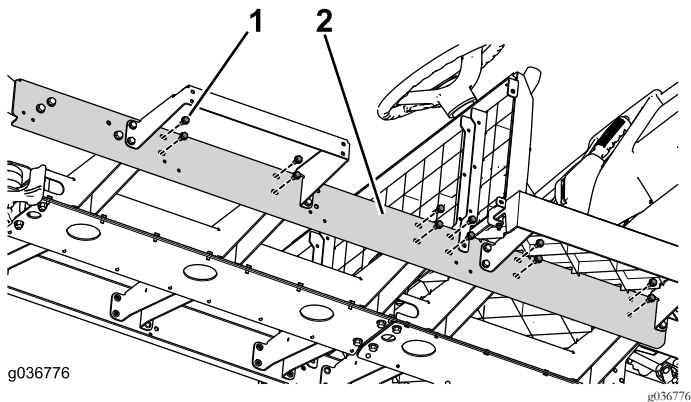

Bild 80
3. Bringen Sie die restlichen Befestigungen am Kanal an (**Bild 80**).